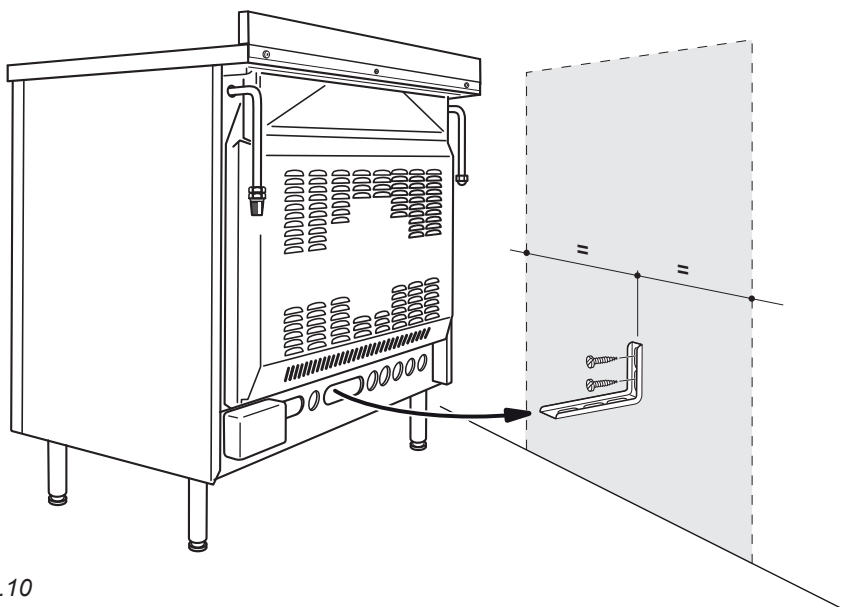

Fig. 1.10
4. Avvicinare la cucina alla parete e regolare l'altezza della staffa antiribaltamento in modo che possa inserirsi nella fessura sul retro della cucina, come mostrato in fig. 1.10.